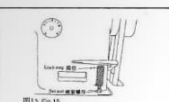

图15 Fig.15
十二. 针距的调节 (图15) To adjust stitch length (Fig.15)
1. 针迹长度的调节 (图15) 只要旋转针距调节旋钮至所需数字即可。旋钮上刻度的数字用mm表示。